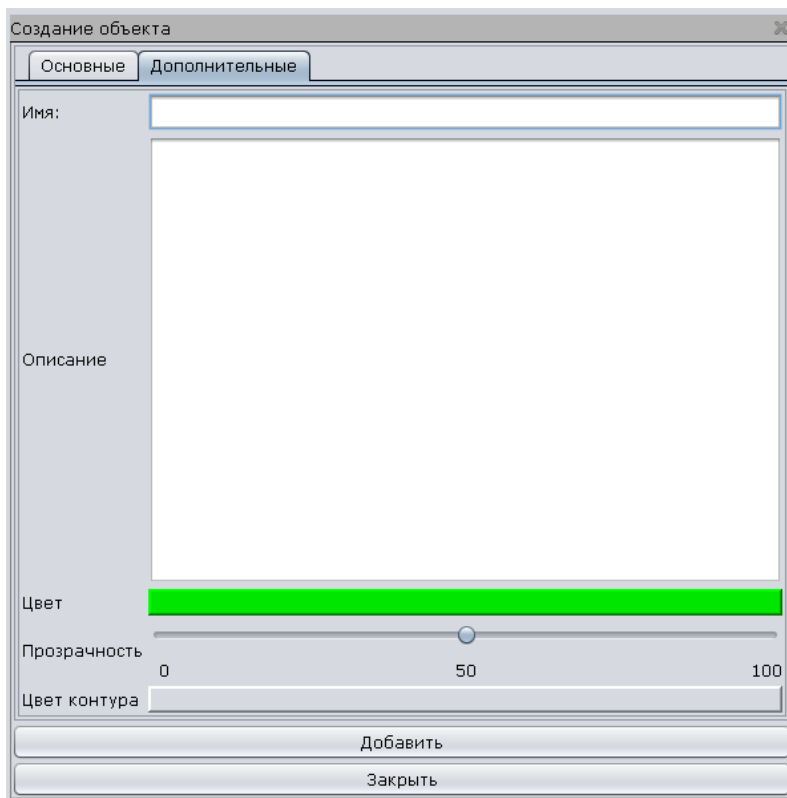

Рис. 144
3) на вкладке «Дополнительно» (Рис. 144) при необходимости ввести имя группы устройств, дать комментарий в поле «Описание» и выставить цвет и прозрачность фона;